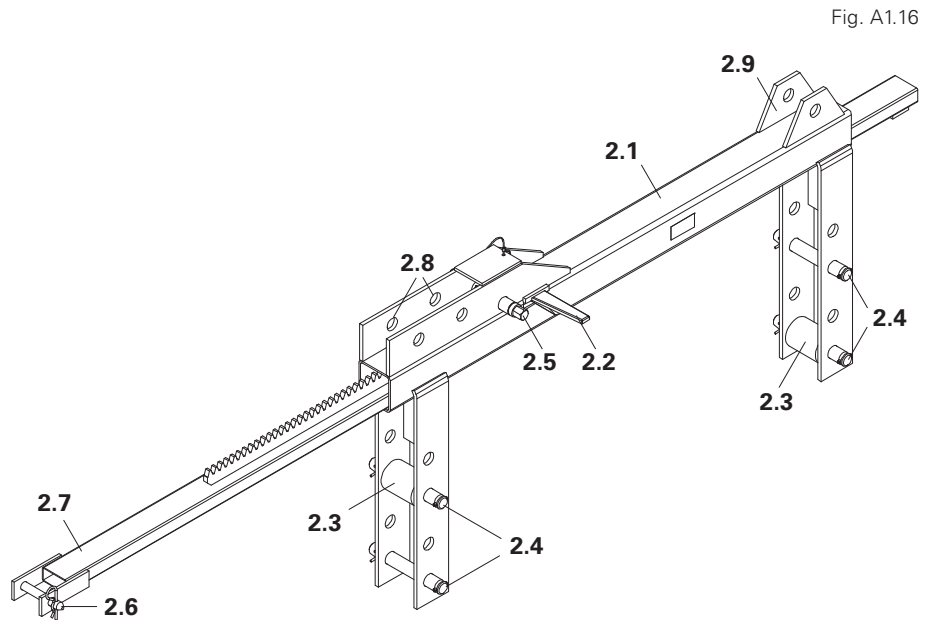

Fig. A1.16
2. Inserir a cremalheira (2.7) no carro (2.1). (Fig. A1.16)
4. Retirar as cavilhas inferiores (2.4) e roletes (2.3) do carro. (Fig. A1.16)
8. Colocar e travar a segunda cavilha do lado da cofragem. (Fig. A1.16)